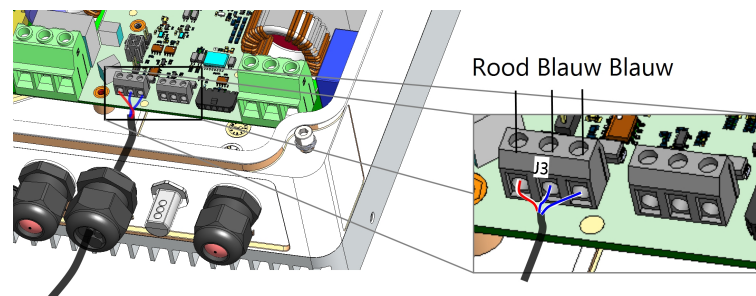

Afbeelding 4: Sensorinterfaces
4. Verbind de sensorkabel met de sensor Zie *Afbeelding 4*: